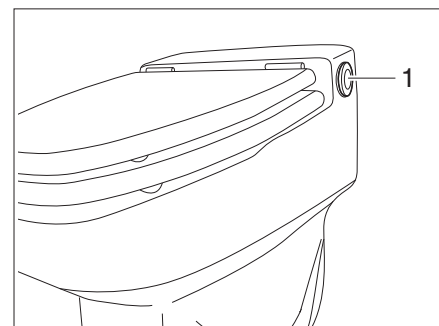

Bild 181 Spülknopf Zerkackertoilette
- Toilettenspülknopf (Bild 181,1) mehrfach drücken bis Wasser kommt.